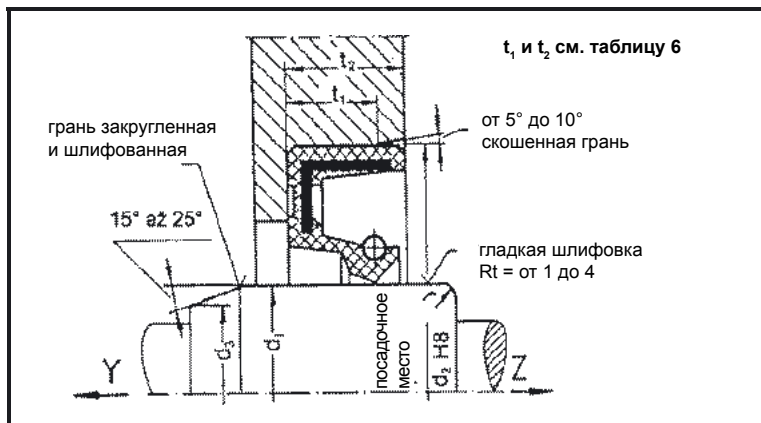

Рисунок 2
- со стороны Z (рис. 2) скруглить кромку  $R0.6...1$  или выполнить фаску согласно таблице 4.
- со стороны Y (рис. 2) выполнить фаску согласно таблице 4.